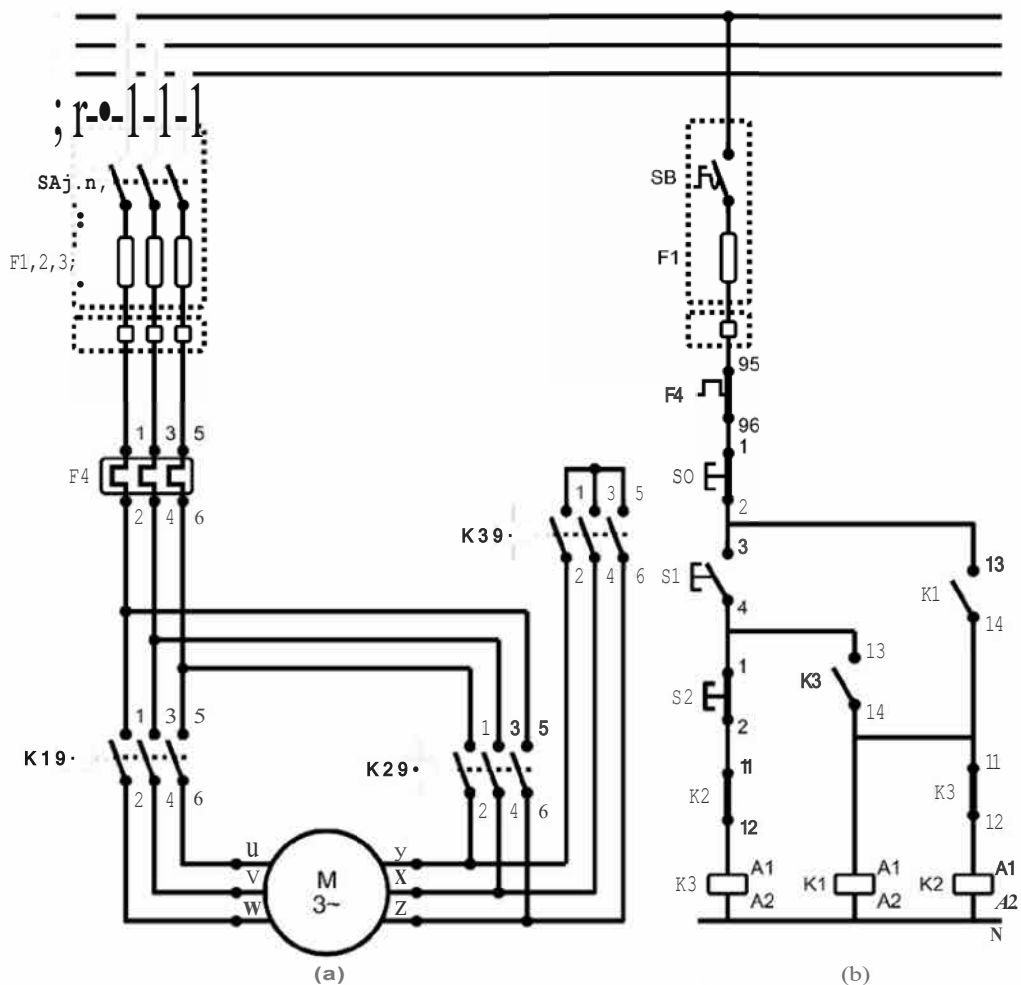

Figura 23. Esquemas de ligação para partida estrela-triângulo a contactor;
- Verifique se o esquema de ligação da placa do motor confere com o esquema de ligação apresentada na figura 23(a), observe que neste tipo de ligação serão necessários dois tipos de conexões diferentes entre as bobinas do estator, sendo a ligação em estrela para a partida, e a ligação em triângulo para o regime normal de funcionamento do motor;
- Depois de concluídas as ligações elétricas, coloque o motor para funcionar, através do acionamento da botoeira S1(NA) apresentada na figura 23(b), realizando assim uma ligação em estrela;